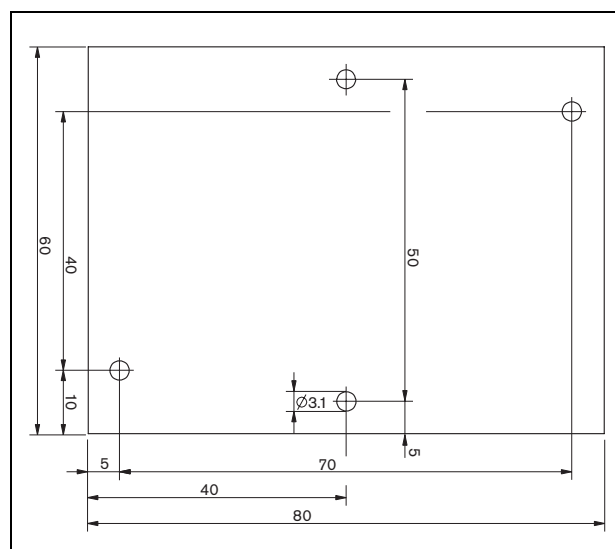

Abb. 11.5: Abmessungen der Supervision-Slave-Platine
- 1 Verwenden Sie die Löcher in der Supervision-Slave-Platine (siehe Abb. 11.5), um sie in einen Lautsprecher einzubauen. Die Spulen auf der Supervision-Slave-Platine müssen einen Abstand von 30 mm oder mehr vom Lautsprechermagneten und einen Abstand von 50 mm oder mehr vom Lautsprecher-Transformator einhalten, da der ordnungsgemäße Betrieb des Supervision-Slave ansonsten durch die Magnetfelder beeinträchtigt werden kann.